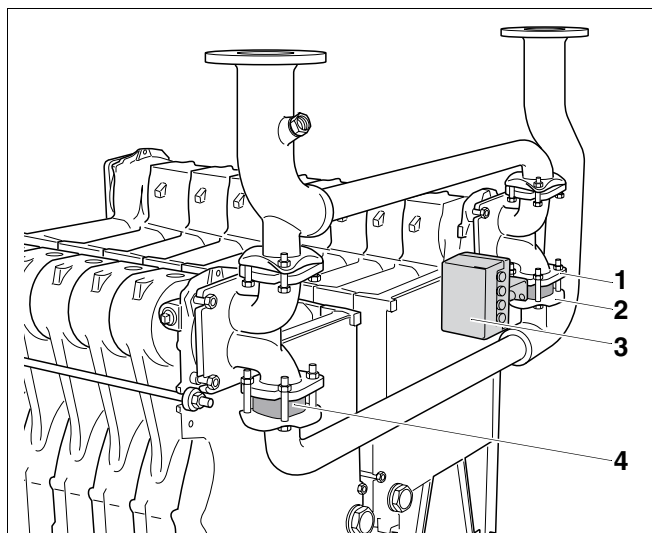

Fig. 31 Montarea servomotorului și a piesei intermediare
Ca etapă intermediară, trebuie montată clapeta fluture cu servomotorul (fig. 31, **poz. 3**) și piesa (fig. 31, **poz. 4**) intermediară între flanșele de racord ale conductei de retur și piesele de racord.
- Montați clapeta fluture astfel încât servomotorul (fig. 31, **poz. 3**) să fie plasat în mijlocul cazanului de încălzire. Traseele electrice trebuie să se afle în partea superioară.
- Introduceți clapeta fluture (fig. 31, **poz. 3**) cu garniturile aferente între flanșa de racord a conductei de retur (fig. 31, **poz. 2**) și piesa de racord (fig. 31, **poz. 1**) a blocului de cazan din partea dreaptă (treapta 2).
- Introduceți piesa intermediară (fig. 31, **poz. 4**) cu garnitura aferentă între flanșa de racord a conductei de retur și piesa de racord a blocului de cazan din partea stângă (treapta 1).
Pentru a garanta funcționarea ireproșabilă a cazanului de încălzire, trebuie respectate neapărat condițiile de funcționare. Eventual, trebuie să introduceți o a doua clapetă fluture cu servomotor (accesoriu) în locul piesei de racord (fig. 31, **poz. 4**, pagina 30) de la blocul stâng de cazan. Acesta este cazul,